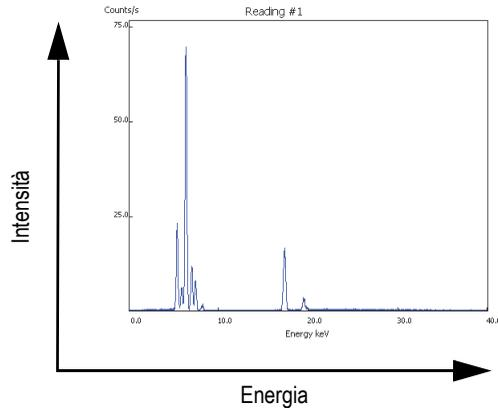

Figura B-2 Grafico dello spettro tipico: energia in funzione dell'intensità
Lo spettro tipico della fluorescenza a raggi X con dispersione d'energia appare come grafico dell'energia (E) in funzione dell'intensità (I) [vedere Figura B-2 a pagina 106].